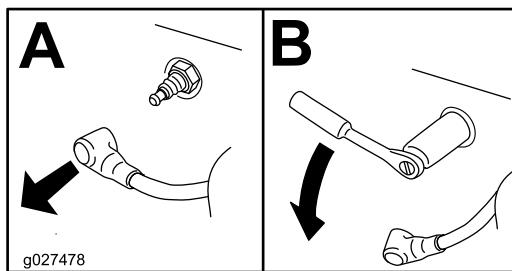

Figure 35
4. Déposez la bougie (Figure 35).